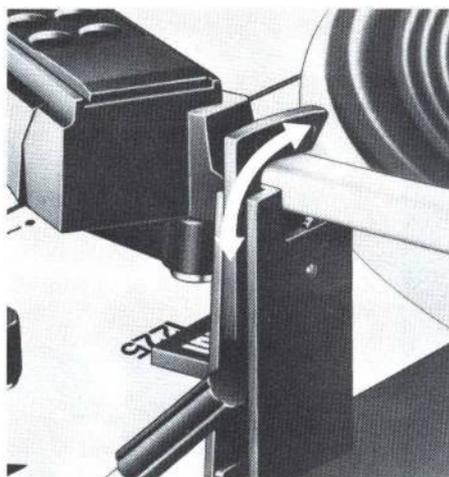

Fig. 7
Wählen Sie bitte die Plattenteller-Drehzahl 33 1/3 oder 45 U/min ⑭ und entriegeln Sie den Tonarm (Fig. 7).
Bemerkung: Zum Abspielen von Schallplatten mit abweichenden Durchmessern, z.B. älteren 25 cm-Schallplatten, ist das Gerät manuell zu bedienen (siehe Abschnitt 2. "Manuelle Inbetriebnahme"). Nach dem Spielen der Schallplatte erfolgt die Rückführung des Tonarmes und das Ausschalten automatisch. Es empfiehlt sich, den Tonarm wieder zu verriegeln (Fig. 7).